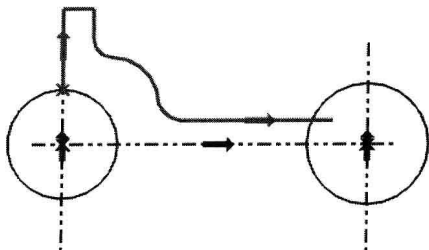

图1-10 绘制轮廓
②03: 在菜单栏中选择“插入”→“曲线”→“轮廓”命令, 或者在“曲线”工具栏中单击  (轮廓) 按钮, 绘制如图1-10所示的轮廓。
❶ 05: 在“镜像曲线”对话框中，“选择中心线”选项处于激活状态，选择图1-10中的水平参考线为镜像的中心线。
❶ 06: 此时，“要镜像的曲线”选项组中的选项被激活，选择绘制的轮廓线作为镜像的曲线。